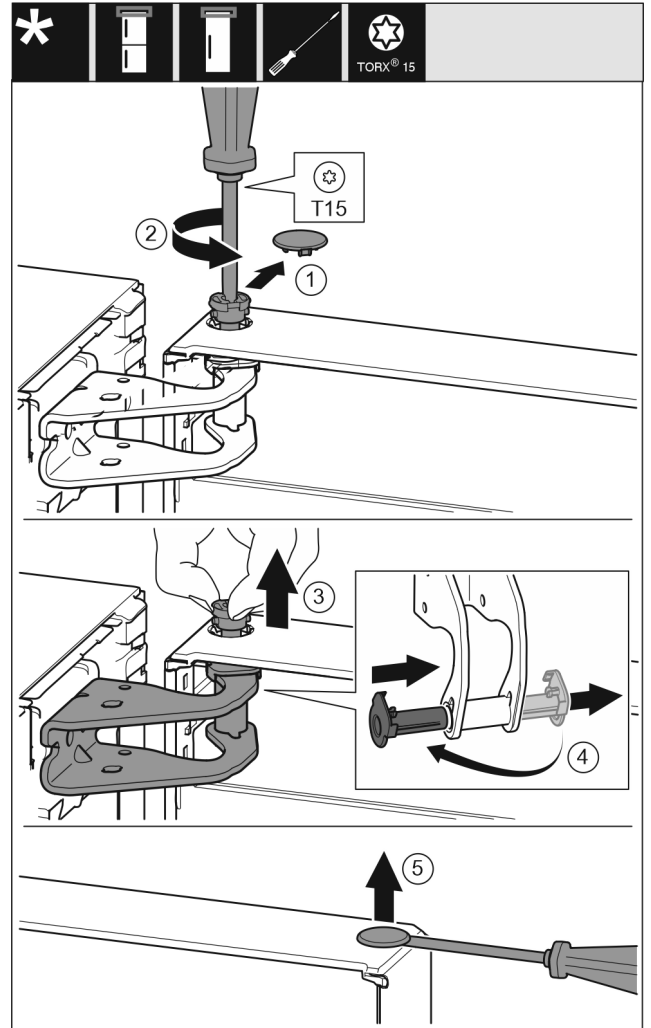

Fig. 5
- ▶ 小心拆下安全盖。 Fig. 5 (1)
- ▶ 用 T15 螺丝刀拧下一枚螺栓。 Fig. 5 (2)
- ▶ 抓紧门并用手指拔出螺栓。 Fig. 5 (3)
- ▶ 将轴衬从导向装置拉出。从另一边装入并卡到位。 Fig. 5 (4)
- ▶ 用带槽螺丝刀小心地从门轴衬上提起堵头并将其拉出。 Fig. 5 (5)